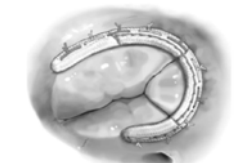

図 6
- すべての縫合糸を弁形成リングの周囲でしっかりと結紮し、断端を短く切除処理する（図 6）。